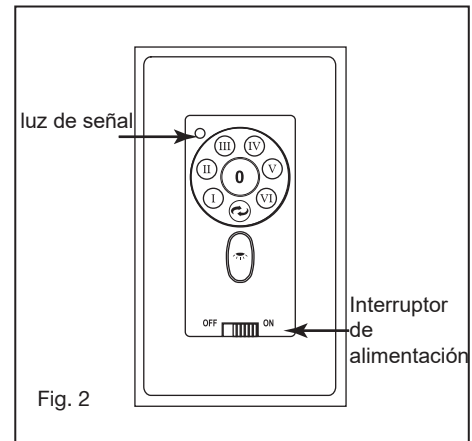

Fig. 2
- 2 Conecte el enchufe de 2 cables del ventilador al enchufe de 2 cables de LED Assembly. Asegúrese de que los enchufes se acoplen completamente (Fig.2)
- 7 Luz de señalización (Fig. 2)